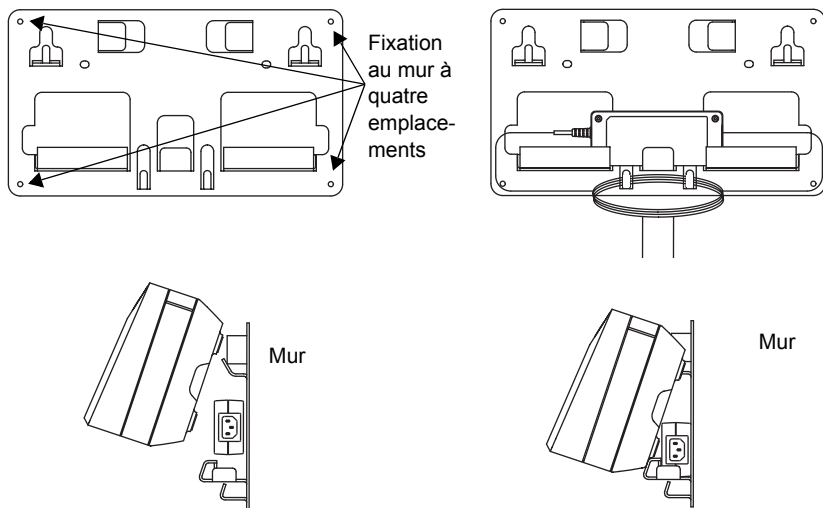

Figure 29 : fixation du chargeur pour unités multiples au support mural
4. Accrochez le chargeur pour unités multiples au support mural, comme illustré sur la Figure 29.